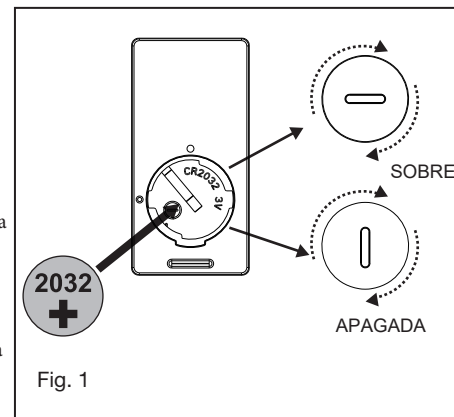

Fig. 1
1. Inserte el receptor en el soporte de montaje en el techo con el lado plano del receptor mirando hacia el techo. (Fig. 1) Para un mejor rendimiento, asegúrese de que la antena negra y la antena WIFI, en el extremo del receptor, permanezcan extendidas y no enredadas con ninguno de los cables eléctricos.
Su motor DC sin escobillas está equipado con un control remoto de tipo aprendido automáticamente. No hay interruptores de frecuencia en el receptor o transmisor. El ventilador puede comenzar a usarse una vez que finaliza el proceso de emparejamiento. Retire el panel del transmisor y luego instale una batería 2032 (incluida). Necesita usar una moneda para abrir o cerrar la tapa de la batería. Para evitar daños en el transmisor, retire la batería si no se usa durante largos períodos de tiempo (Fig.1)